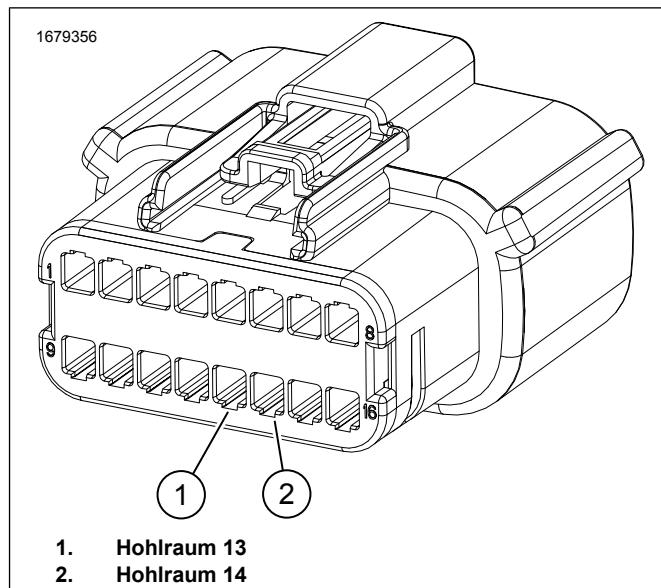

Abbildung 3. 16-poliger Steckverbinder C288_1
4. Abbildung 3 Die Stopfen von den Hohlräumen 13 and 14 des Steckverbinders [C288B_1] entfernen.